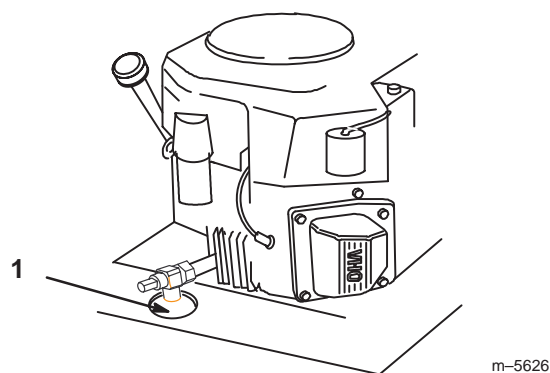

Figure 35
3. Placez un bac de vidange sous l'orifice de vidange. Enlevez le bouchon de vidange (Fig. 35).